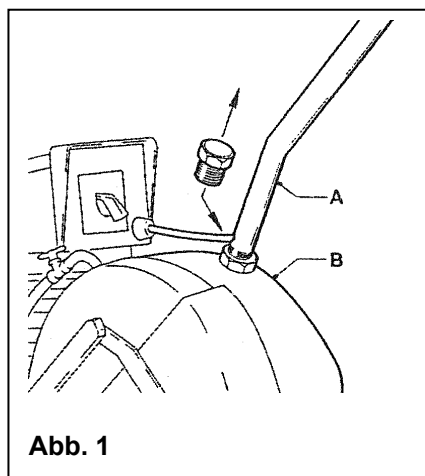

Abb. 1
- Entfernen Sie den Kunststoffstopfen vom Sägekopf (Abb. 1/B). Bei Bedarf kann ein Hebehaken M20 DIN 580 in die Bohrung eingeschraubt werden.
- Schrauben Sie den Griff in den Sägekopf ein und sichern Sie diesen mit der Kontermutter (Abb. 1/A).